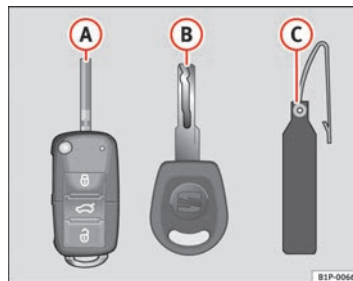

Fig. 45 Juego de llaves
- una llave con mando a distancia → fig. 45 **A**